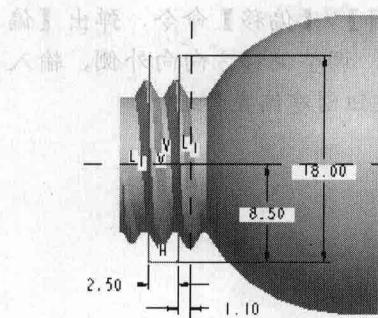
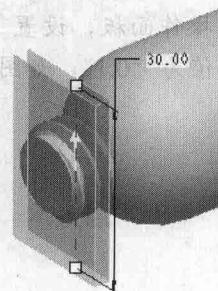

图1-13
图1-14
6. 在菜单栏中选择【插入】/【拉伸】命令，弹出【拉伸】操作面板。单击 $\square$ 按钮，展开【放置】菜单并单击 $\text{定义...}$ 按钮，选取基准平面 front 为草绘平面，右向参考面为基准平面 right，单击 $\text{草绘}$ 按钮进入草绘环境，绘制如图 1-13 所示的图形，单击 $\checkmark$ 按钮退出草绘环境。展开【选项】菜单，将【第一侧】设置为【对称】类型，输入深度为“30”，然后单击 $\checkmark$ 按钮创建曲面，如图 1-14 所示。